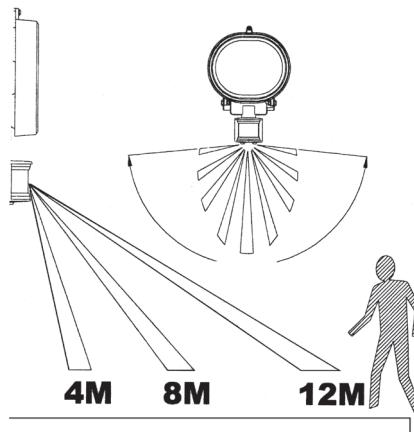

Abb. 1A
- Die Ideale Montagehöhe ist 1,8 bis 2,5 m über dem zu erfassenden Bereich (Abb. 1A).